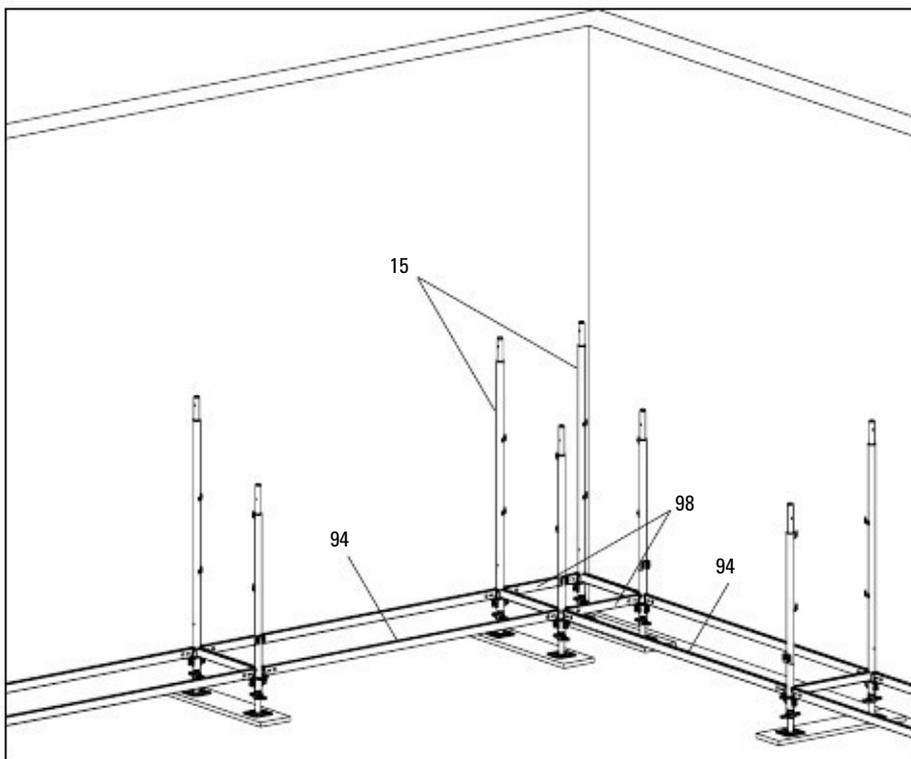

Fig. B6.07
1. Поставете две рамки EVB (15) във вътрешния ъгъл на разстояние ширината на скелето (67 см).
2. Свържете основната рамка EVB във вътрешния ъгъл с две греди UH Plus 67 (98). Закрепете здраво клиновете.
3. Свържете съответните колони на следващата рамка с две греди UH Plus (94). (Fig. B6.07)